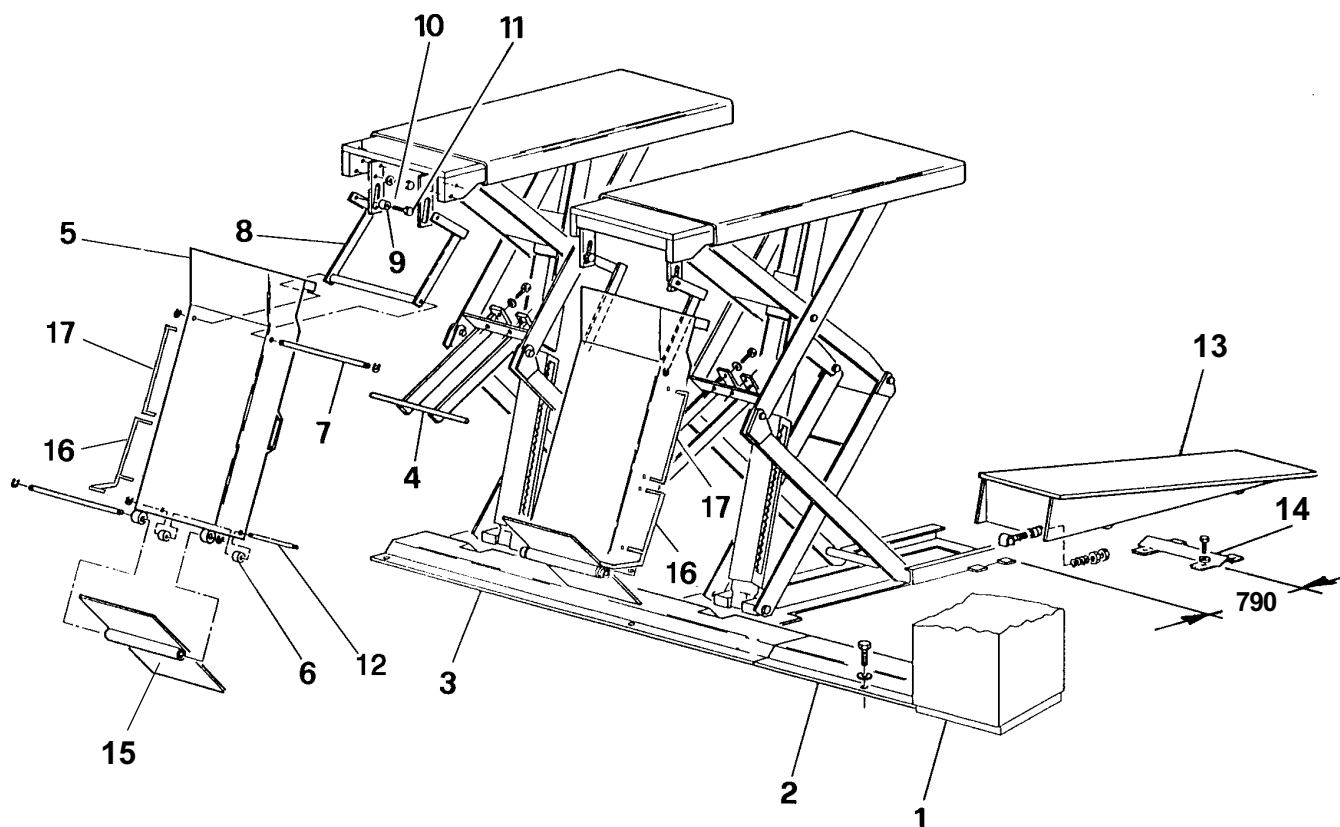

Fig. 12
Rif. Fig.12. Posizionare le coperture (2-3) e la centralina (1). Utilizzando i fori esistenti come dime, forare con punta da 9 mm., profondità 50 mm. Fissare con tasselli in dotazione e rimontare il mobile sulla centralina.
Rif. Fig. 12.
Ref. Fig.12. Place the covers (2-3) and the control unit (1) in position. Using the existing holes as templates, drill to a depth of 50 mm with a 9 mm bit. Fasten with the plugs supplied and fit the unit onto the control unit.
Ref. Fig.12.
Zu Abb. 12. Die Abdeckungen (2-3) und den Schaltschrank (1) positionieren. Die bestehenden Bohrungen als Schablonen verwenden und mit einem 9 mm Bohrer 50 mm tief bohren. Mit den mitgelieferten Dübeln befestigen und das Gehäuse wieder auf den Schaltschrank montieren.
Siehe Abb. 12. Die Abrollsicherungen (15) montieren, die Fussabweiser (16) und (17) montieren.
Réf. Fig. 12. Positionner les protections (2 et 3) et la centrale (1). Utiliser les trous existant comme gabarit et percer avec une mèche de 9 mm, à une profondeur de 50 mm. Fixer les chevilles en dotation et remonter le meuble sur la centrale.
Réf. Fig. 12.
Ref.Fig.12. Colocar las cubiertas de protección (2-3) y la caja de control (1). Utilizando los agujeros existentes como plantillas, agujerear con una punta de 9mm. a una profundidad de 50 mm. Fijar con los tacos que se dan con el equipamiento y volver a montar el mueble en la caja de control.